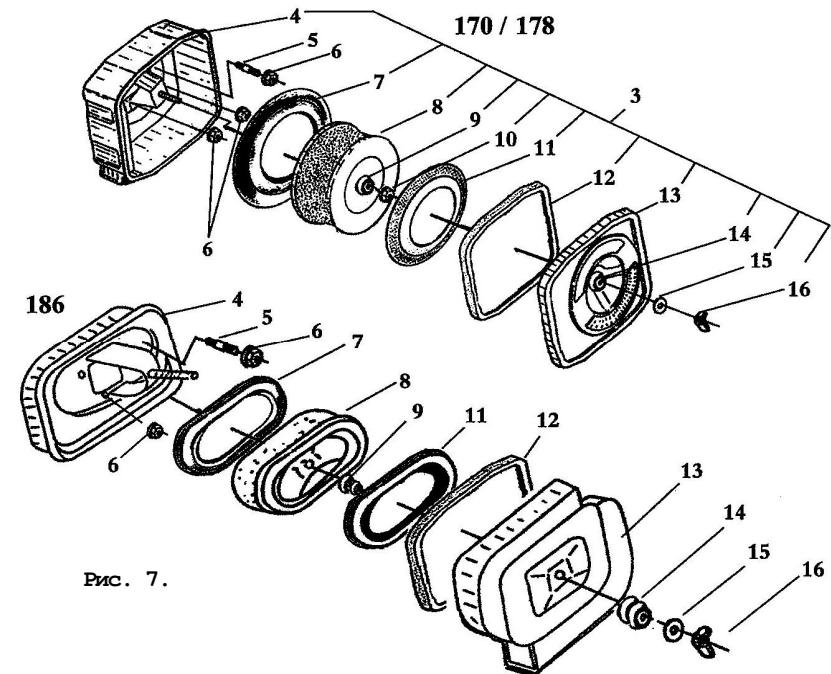

Рис. 7.
9.3.2. Демонтировать крышку поз. 20 на рис. 1 (поз. 13 на рис. 7). При отделении крышки от корпуса не повредить уплотнение. Снять фильтрующий элемент поз. 8 (рис. 7).
9.3.4. При обнаружении любых дефектов фильтрующий элемент поз. 8 (рис. 7) также заменить новым оригинальным (номера по каталогу: 7007100, 8607100).